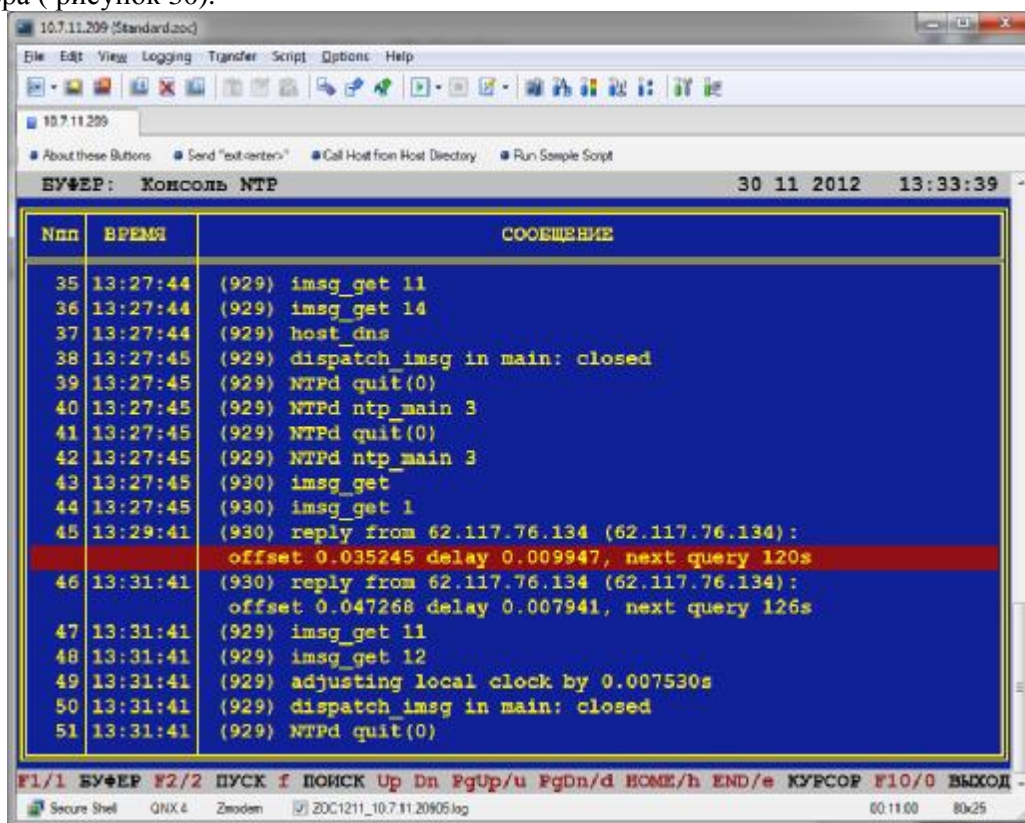

Рисунок 30
6.5.1.11. Проверьте в «Наладка»=>«Виртуальные консоли»=>«Консоль NTP» наличие соединения с синхронизирующим сервером и текущее рассогласование времен УСПД и сервера (рисунок 30).